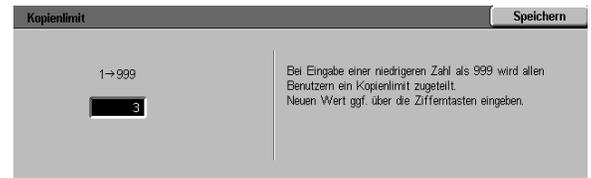

Abb. 37: Kopierlimit
- Im Bildschirm “Kopierlimit” (s. Abb. 37) das Kopierlimit (1—999) eingeben. Hierzu die Zifferntasten verwenden.